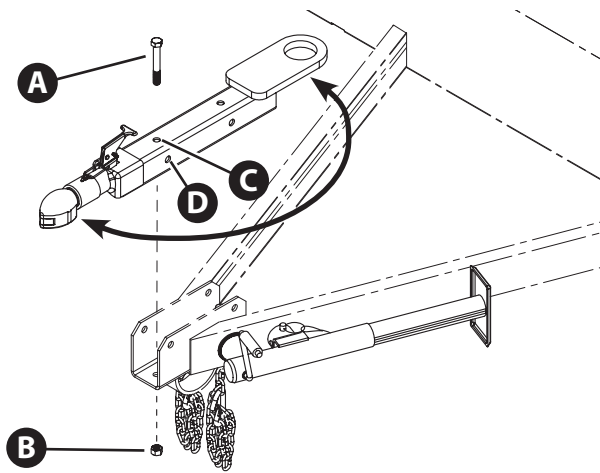

Figure 3.1
2. Enlever les deux vis à tête hexagonale (**A**, Figure 3.1) et les écrous de blocage (**B**) qui retiennent la portion tubulaire de l'oeil de lunette à la flèche. Jeter les écrous de blocage. Ne pas enlever les deux vis à tête hexagonale et les écrous de blocage qui retiennent l'attelage de remorque à l'oeil de lunette.
4. Insérer les deux vis à tête hexagonale enlevées dans l'Étape 1 à travers les trous appropriés dans la flèche et à travers la portion tubulaire de l'oeil de lunette (**C**, **D**, Figure 3.1).